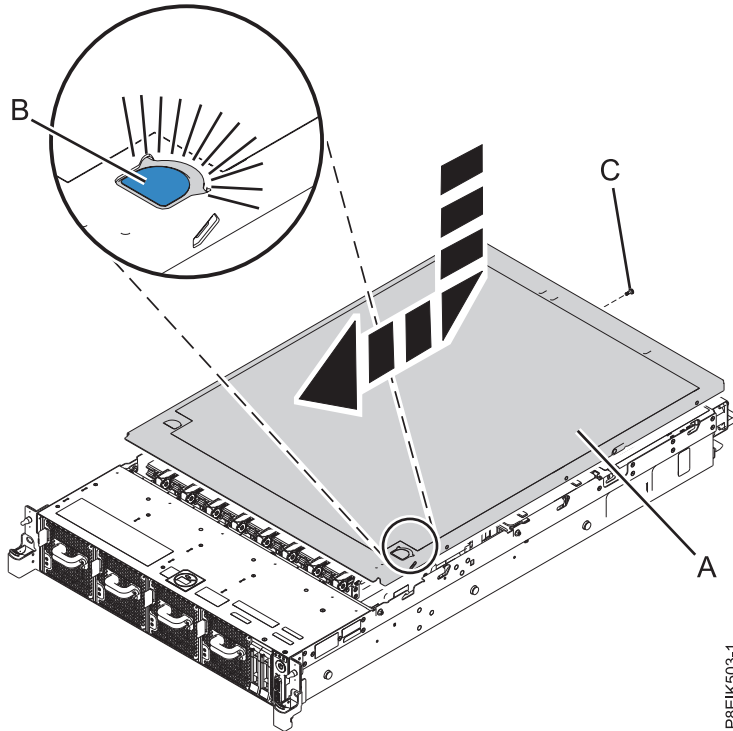

Figura 220. Instalación de la cubierta
1. Coloque la cubierta (A) en la unidad del sistema de tal manera que las patillas de alineación de la cubierta queden alineadas con las ranuras del chasis. Deslice la cubierta hacia la parte frontal del sistema hasta que el pestillo de liberación de color azul (B) quede fijado en su lugar como se muestra en Figura 220 en la página 208.
2. Apriete el tornillo de la cubierta (C) en la parte posterior de la cubierta.